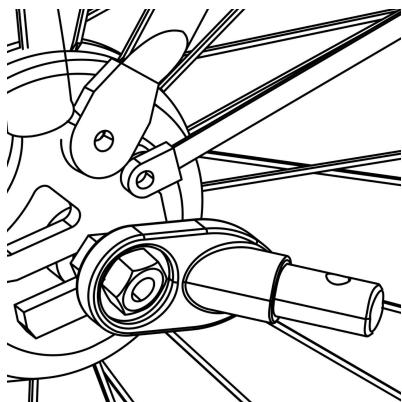

Abbildung 12
**2. Mit Mutter versehene Achse:** Schrauben Sie die Mutter mit Unterlegscheibe von der linken Seite der Hinterachse des Fahrrads ab. Montieren Sie die Kupplung an der Achse und schrauben Sie die Mutter mit der Unterlegscheibe wieder fest ( Abbildung 12 ).